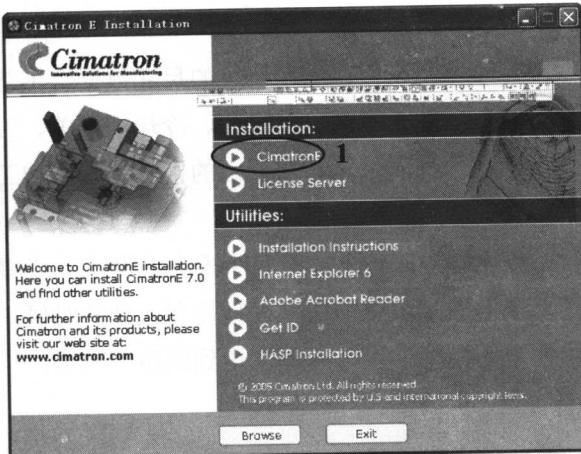

图1-1
1. 将 Cimatron E 7.1 安装光盘放进光驱后系统会自动运行，出现如图 1-1 所示的 Installation 界面。